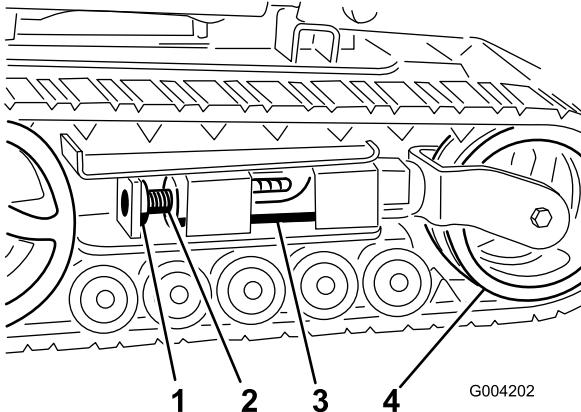
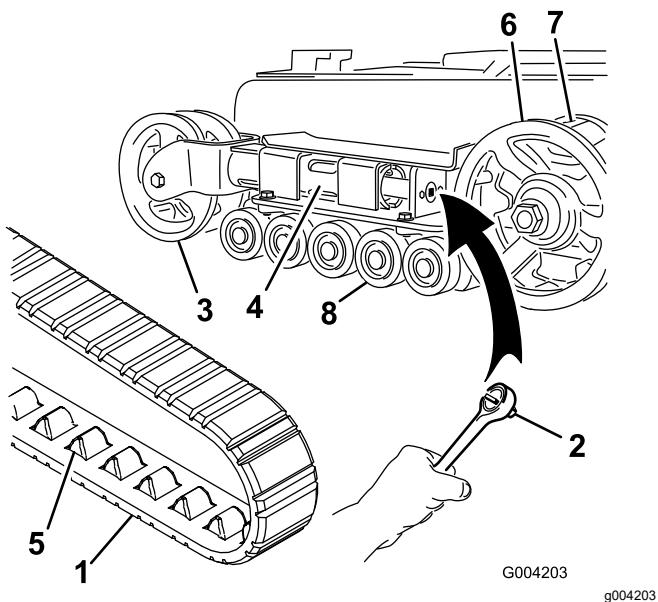
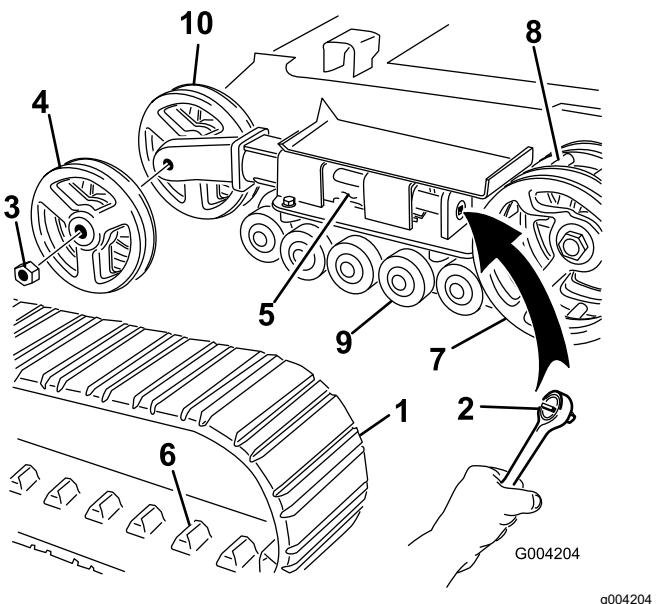

Рисунок 45
Рисунок 46
Рисунок 47
4. Отвинтите зажимной болт и гайку (Рисунок 45).
6. Совместите ближайшую выемку в натяжном винте с отверстием в зажимном болте и закрепите винт при помощи зажимного болта и гайки (Рисунок 45).
Примечание: Если передние натяжные колеса установлены в вилке на конце натяжной трубы, на вашей машине установлены узкие гусеницы. (Рисунок 46).
вращая натяжной винт по часовой стрелке (Рисунок 45 и Рисунок 46).
6. Надавите на натяжное колесо в направлении задней части блока, чтобы придвинуть натяжную трубу к раме (Рисунок 46).
8. Когда гусеница будет снята с натяжного колеса, снимите ее с ведущей звездочки и опорных катков (Рисунок 46).
9. Сначала установите новую гусеницу на ведущую звездочку. Звенья гусеницы должны находиться между зубьями звездочки (Рисунок 46).
10. Протолкните гусеницу под опорные катки и одновременно между ними (Рисунок 46).
Примечание: Если передние натяжные колеса установлены на конце натяжной трубы с боковых сторон, на вашей машине установлены широкие гусеницы (Рисунок 47).
5. Используя ключ с храповым механизмом на $\frac{1}{2}$ дюйма, ослабьте натяжение привода, вращая натяжной винт по часовой стрелке (Рисунок 45 и Рисунок 47).
6. Надавите на натяжное колесо в направлении задней части блока, чтобы придвинуть натяжную трубу к раме (Рисунок 47).
7. Отвинтите гайку, которая крепит внешнее натяжное колесо, и снимите колесо (Рисунок 47).
8. Снимите гусеницу (Рисунок 47).
9. Отвинтите гайку, которая крепит внутреннее натяжное колесо, и снимите колесо (Рисунок 47).
13. Установите внутреннее натяжное колесо и закрепите его отвинченной ранее гайкой (Рисунок 47).
15. Установите новую гусеницу на ведущую звездочку. Звенья гусеницы должны находиться между зубьями средней части звездочки (Рисунок 47).
16. Установите внешнее натяжное колесо и закрепите его отвинченной ранее гайкой (Рисунок 47).
6. Поместите наполненный смазкой колпачок опорного катка поверх головки болта (Рисунок 46).
7. Закрепите колпачок опорного катка стопорным кольцом (Рисунок 46).